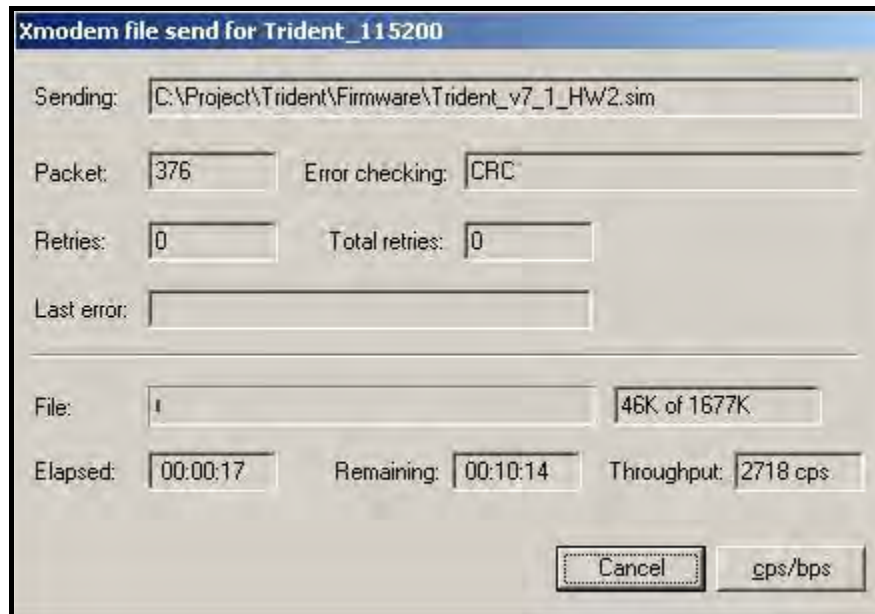
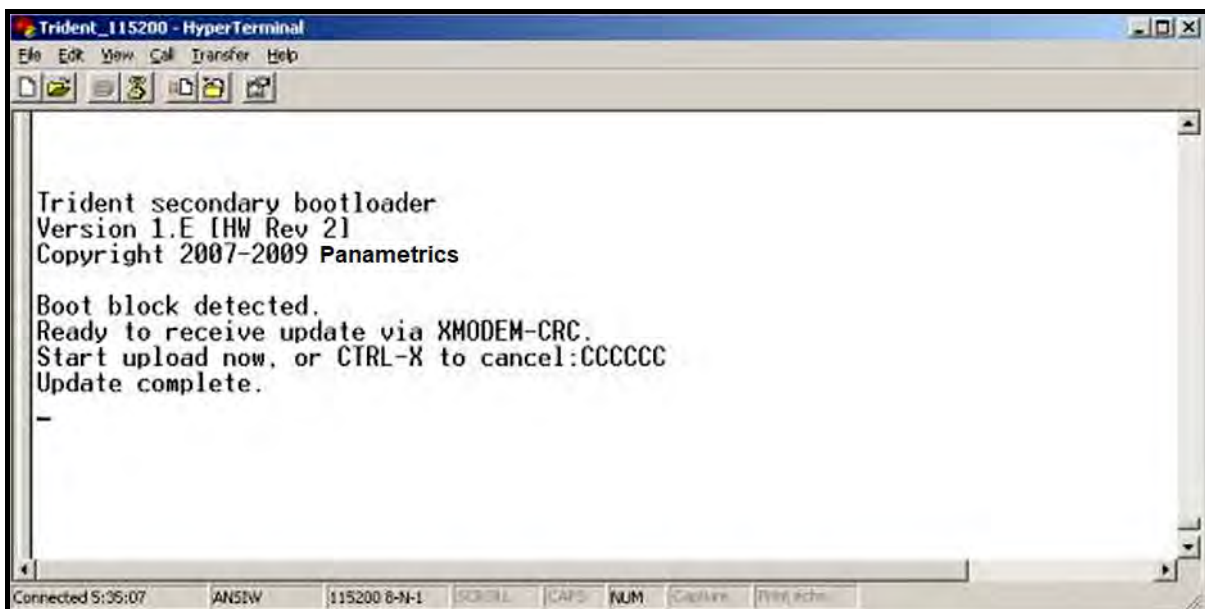

Figure 225: Fenêtre d'état de transfert du Sentinel LCT
Figure 226: Fenêtre d'état de transfert du PC
4. Dans HyperTerminal, sélectionnez *Transfert*, puis *Envoyer un fichier* (le protocole doit être Xmodem). Cliquez sur *Parcourir* pour trouver le fichier, qui aura l'extension .sim. Double-cliquez sur ce fichier puis cliquez sur le bouton *Envoyer*. L'écran du **Sentinel LCT** (Figure 225) et l'écran HyperTerminal (Figure 226) doivent tous les deux indiquer l'état du transfert.